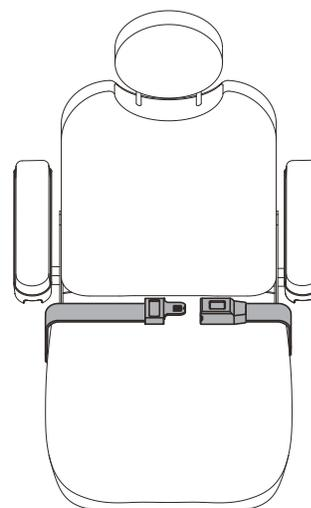

Figura 13. Regolazione della cintura di posizionamento
La Carrozzina elettrica può essere equipaggiata con una cintura di posizionamento regolabile secondo la comodità dell'operatore. **Vedere figura 13.** La cintura di posizionamento è progettata per sostenere l'operatore in modo che non scivoli verso il basso o in avanti sul sedile e può essere regolata per maggiore comfort dell'operatore. La cintura di posizionamento non deve essere usata come dispositivo di contenimento.
1. Una volta seduti, inserire la linguetta metallica su un lato della cintura nell'alloggiamento in plastica sul lato opposto fino al clic. **Vedere figura 13.**